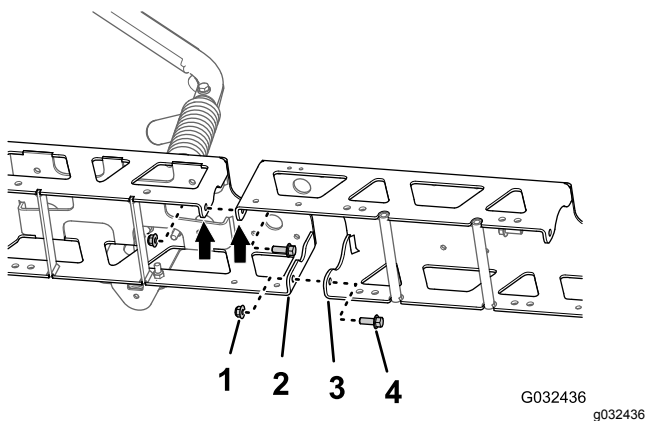

図 54
1. センターブームエクステンションの垂直フランジについている穴を、トラスフレームの穴に合わせる 図 54。
2. センターブームエクステンションをトラスフレームに仮組み付けする 図 54 ステップ 1 センターブームのトラスを取り外す (ページ 27) で取り外したフランジヘッドボルト ($\frac{3}{8} \times 1$ ") 2本とフランジロックナット $\frac{3}{8}$ " を使用する。
3. センターブームエクステンションの垂直フランジについている穴を、もうひとつのトラスフレームについている穴に合わせる 図 54。
4. センターブームエクステンションをこのトラスフレームに仮組み付けする 図 54 ジョイントプレキシステム仕上げキットに入っているフランジヘッドボルト $\frac{3}{8} \times 1$ " 2本とフランジロックナット $\frac{3}{8}$ " 2個を使用する 図 54。